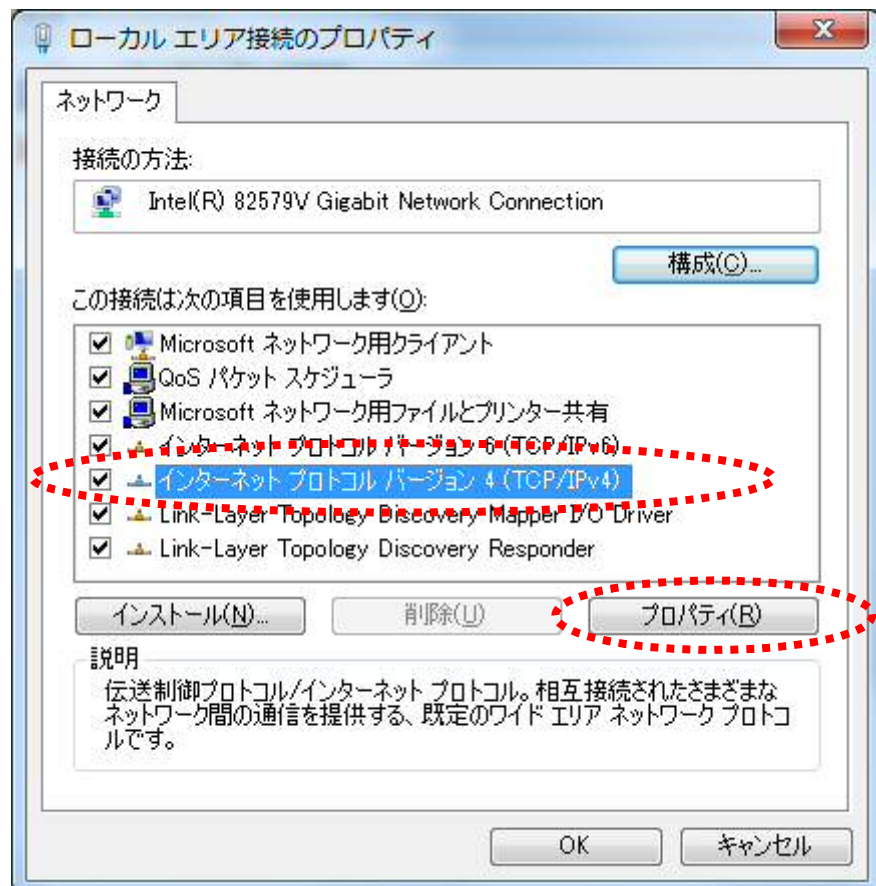

図 4.4 ローカルエリア接続のプロパティ画面
- ⑤「ローカルエリア接続のプロパティ」の画面（図 4.4）が表示されますので、「インターネット プロトコルバージョン 4(TCP/IPv4)」を押し、さらに「プロパティ（R）」を押してください。
- ⑦「ローカルエリア接続のプロパティ」の画面（図 4.4）に戻りますので、「閉じる」を押してください。「×」ボタンを押して「コントロールパネル」を閉じてください。